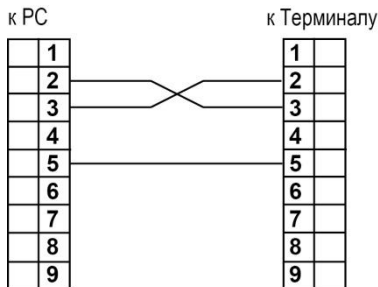

Рис.1 Соединение терминала с ПК
- 1) RS-232 – для начального программирования (задания исходной конфигурации), изменения порогов сигнализации, чтения «журнала событий», коррекции времени часов реального времени, повторного запуска часов при смене элемента питания; интерфейсный вход/выход RS-232 подключается на задней панели терминала через разъём типа DB-9M (Таблица 3) стандартным кабелем (нуль-модемный перекрестный кабель) (Рис. 1).